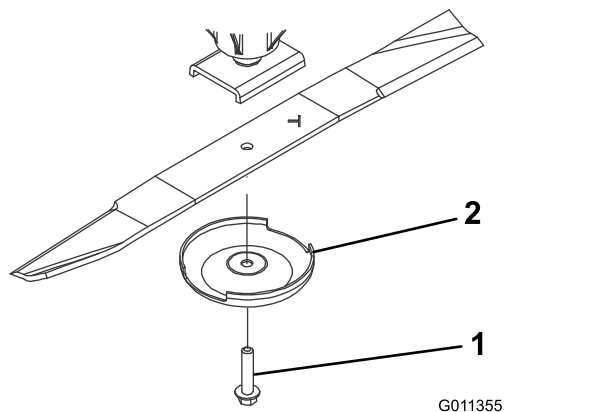

図 72
- ブレードの一端部をウェスで包むか手に頑丈な手袋をはめるかして、ブレードを手で持ち、ブレードボルト、芝削り防止カップ、ブレードをスピンドルシャフトから外す 図 72。
- ブレードを取り付ける時は、セール立ち上がっている部分がデッキの天井を向くように取り付け、芝削り防止カップをつけてブレードボルトで固定する 図 72。